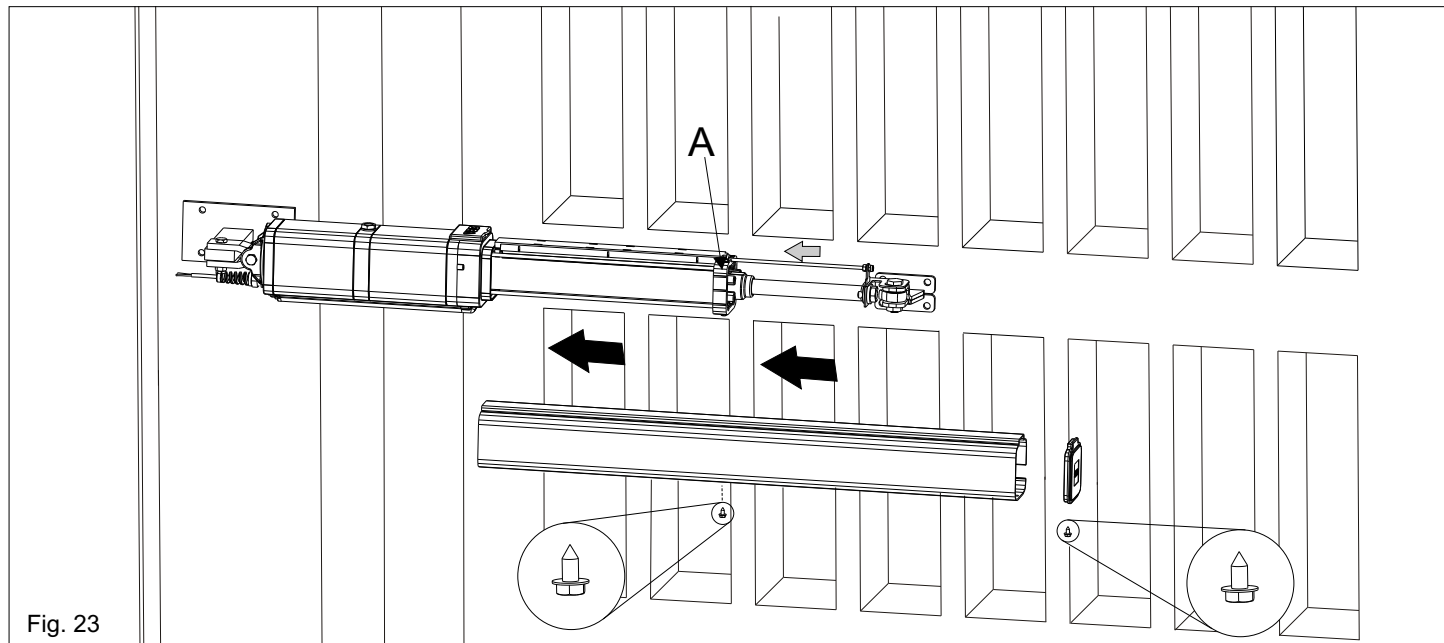

Fig. 23
Verificar de haber insertado el marco en plastica antivibracion (A) antes de insertar el estruso cubrevarilla (Fig. 23).